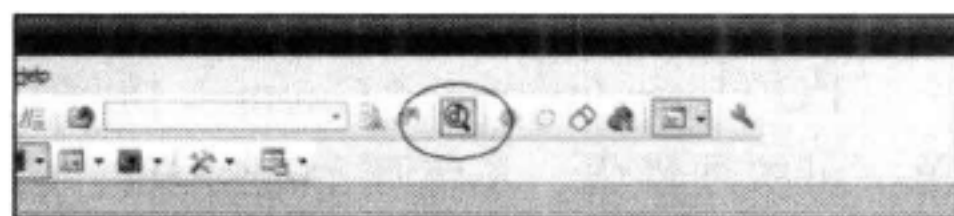

图 13-23 回到代码编辑模式
10) 仿真完毕之后，点击 Start/Stop Debug Session 图标就可以回到正常的代码编辑模式。见图 13-23。